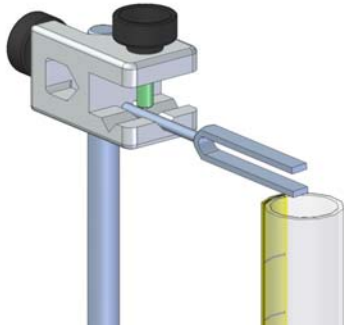
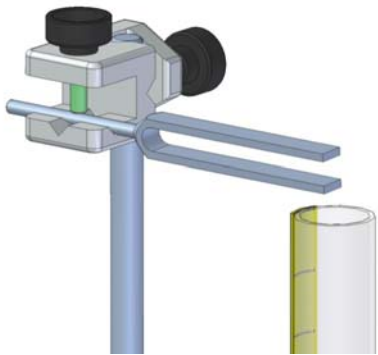

Fig. 2: Fijación de diapasones de mango corto.
Fig. 3: Fijación de diapasones con mango largo.
- Dependiendo de la longitud del diapasón se fija éste en el extremo superior de la varilla soporte de acuerdo con la Fig. 2 resp. la Fig. 3.
- De acuerdo con la Fig. 2 resp. con la Fig. 3, se fija el diapasón en la nuez universal de tal forma que los dos lados del diapasón queden lo más cerca posible de la apertura del tubo de resonancia.